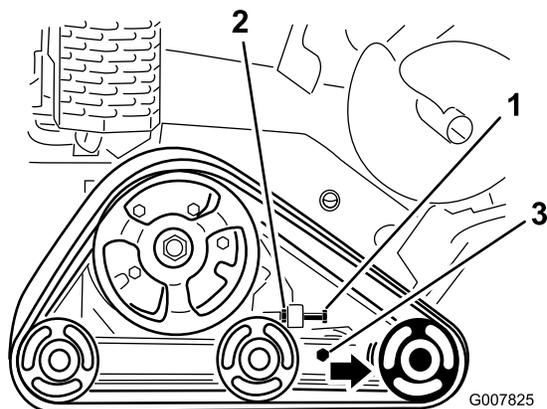

Figura 60
3. Allentate il controdado sul bullone di tensionamento dei cingoli e i bulloni del serrafilo sul braccio di tensione (Figura 60).
4. Serrate il bullone di tensionamento a un valore compreso tra 32,5 e 40 N·m per stringere il cingolo (Figura 60).
4. Allentate il bullone di tensione e il controdado (Figura 60).
5. Allentate i bulloni serrafile (Figura 60).